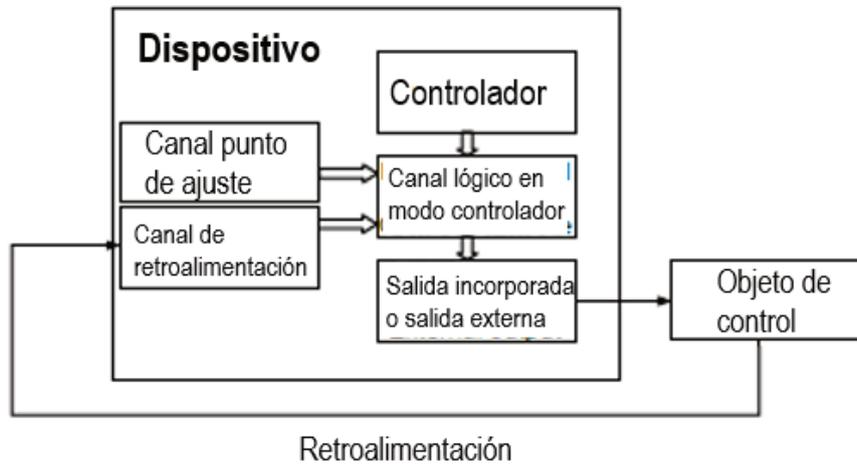
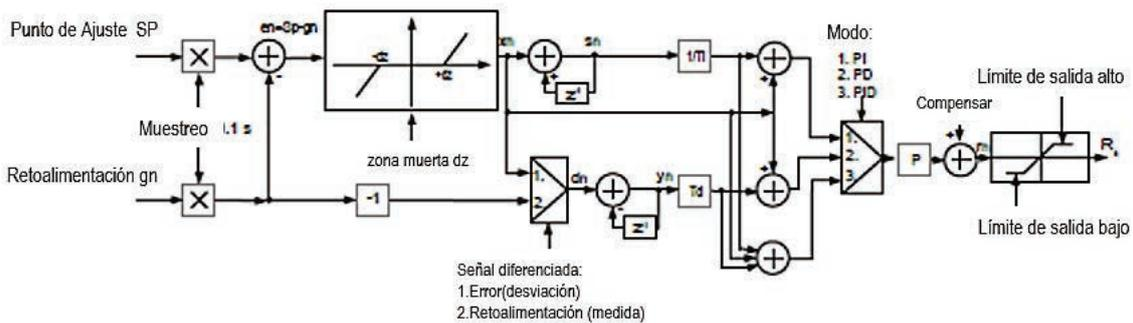
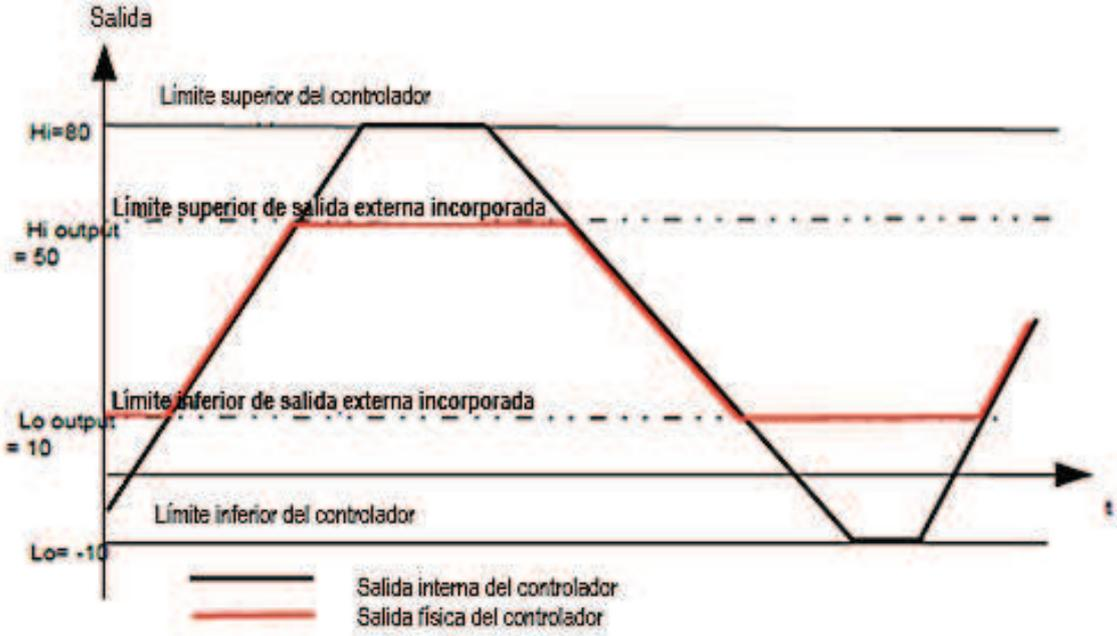

Fig. 7.120. Diagrama de bloques del bucle de control del objeto por MultiCon
Fig. 7.121. Diagrama de bloques del controlador implementado en el dispositivo.
Fig. 7.125. Limitación de salida del bucle de control
- **Señal diferenciada**: este parámetro está disponible para el **modo PD y PID** y permite la selección de la opción (ver **Fig. 7.120 y Fig. 7.121**):
i ¡Nota! Después de compensar la señal de salida, el valor de salida se limita al rango establecido en los parámetros de **límite inferior de salida** y **límite superior de salida** (consulte la Fig. 7.121),
La Fig. 7.120 muestra el diagrama de bloques de un proceso de control de un objeto con el **controlador** implementado en el dispositivo. Establece la configuración del controlador seleccionado para conectarse al **canal lógico** operando en el modo **Controlador**. En este **canal lógico**, seleccione el **canal de punto de ajuste** y el **canal de retroalimentación** que almacenan los datos necesarios para controlar el objeto. Respectivamente, el **canal de punto de ajuste** contiene un valor de destino del proceso, mientras que el **canal de retroalimentación** incluye el valor de retroalimentación
En la Fig. 7.125 se presenta un diagrama ejemplar de los valores de salida del bucle de control. El diagrama muestra la doble limitación del bucle de control suministrado al objeto. La primera limitación con una línea negra resulta de los parámetros de salida del Controlador (valor de salida del canal lógico en el modo del controlador, ver Fig. 7.120), y el segundo límite marcado con una línea roja resulta de los parámetros incorporados / salidas externas (valor transferido a objeto controlado, ver Fig. 7.120).